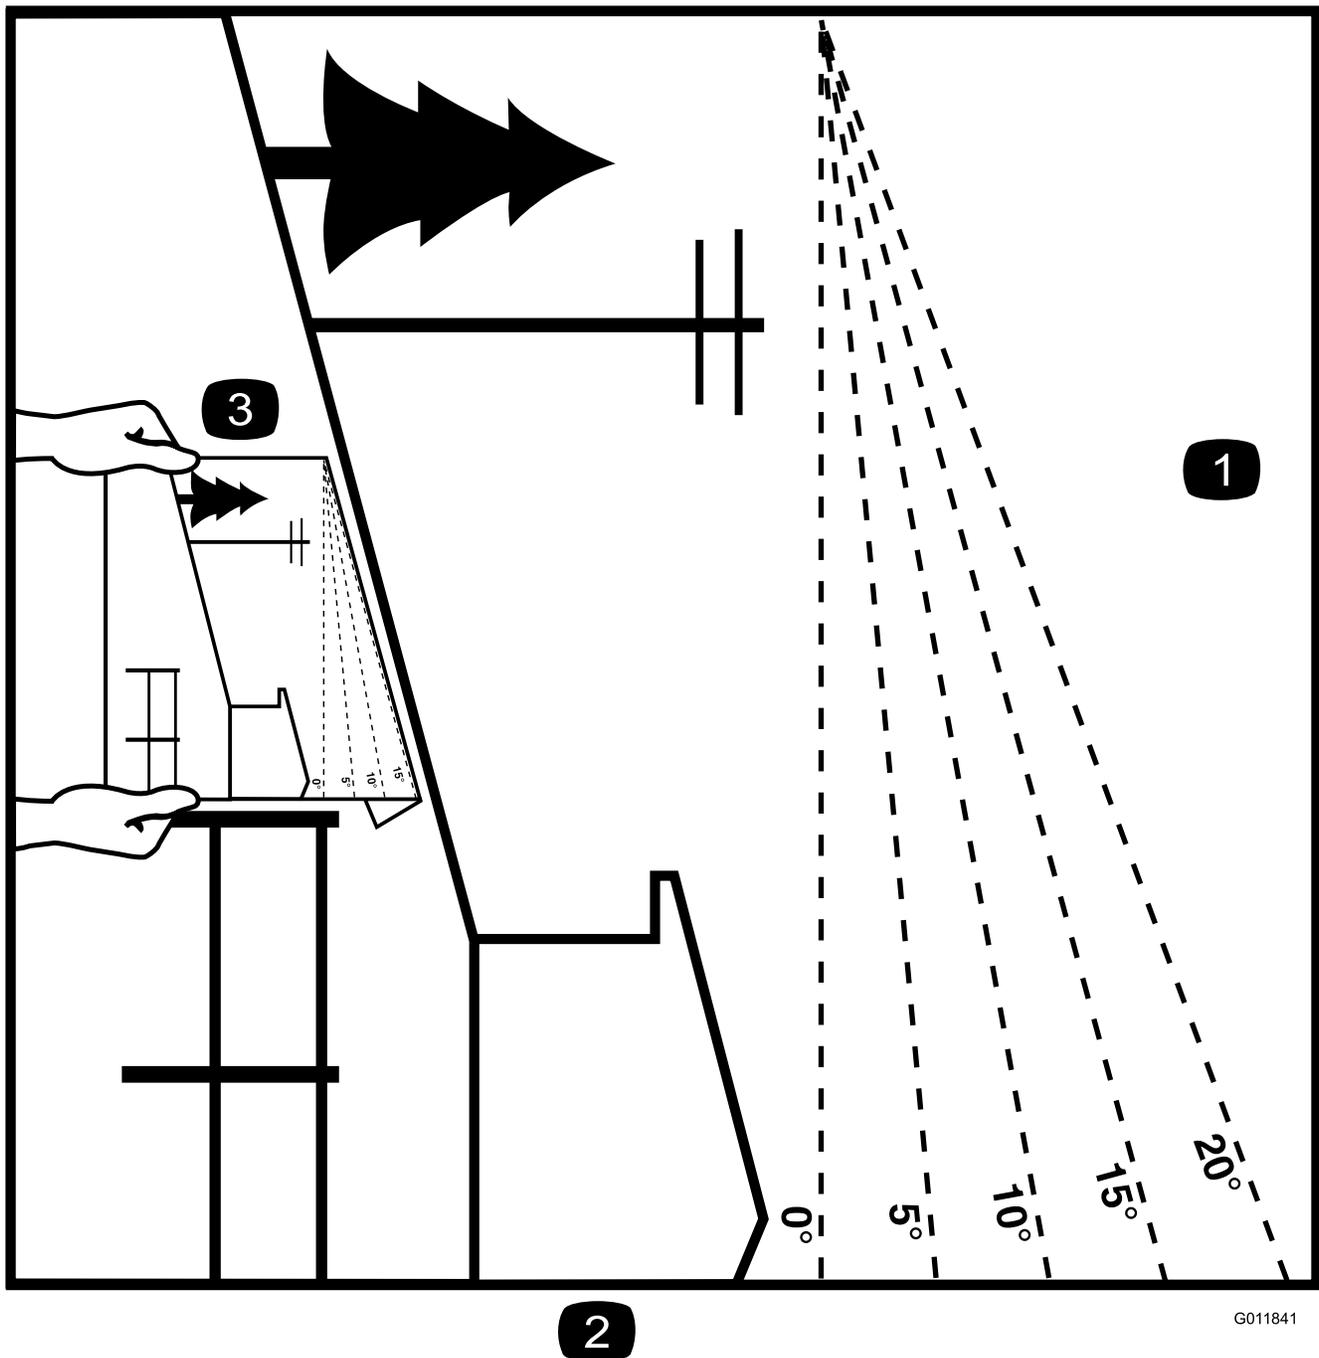

Bild 3
- Unter Bild 3 finden Sie den ungefähren Hanglagenwinkel des Aerifizierungsbereichs.